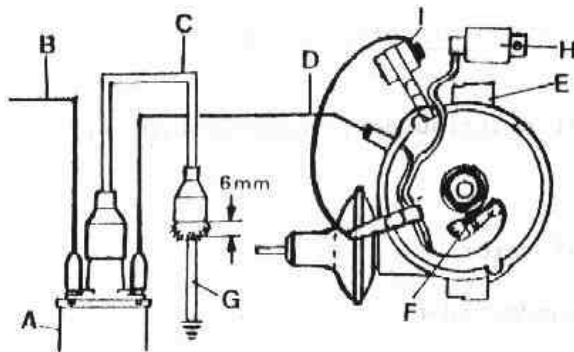

Fig. N2-5 Comprobación circuito secundario y condensador
- 3.3. Para localizar el fallo detectado, se soltará de su fijación el condensador, H (Fig. N2-5) y se conectará entre el terminal y masa, un condensador, I, de prueba, repitiendo a continuación la operación 3.1. Si no salta la chispa, la avería se encuentra en el secundario de la bobina, A.